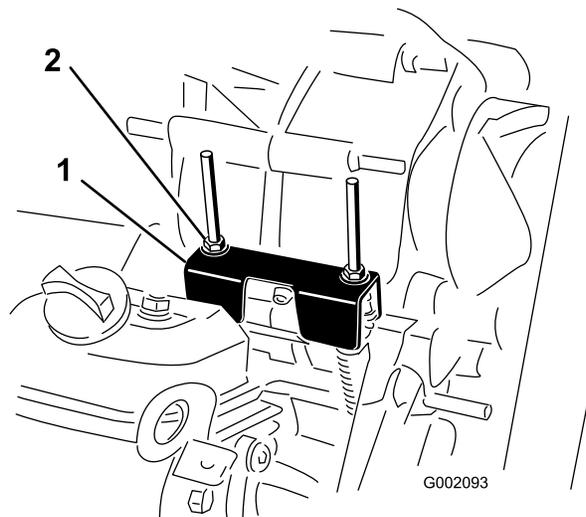

Figura 59
Durante l'esecuzione della manutenzione ordinaria e/o della diagnostica del motore, portate il transaxle in folle (Figura 59). La macchina è provvista della posizione di folle sulla leva del cambio, che comanda la posizione di folle sul transaxle. Per accertarvi che la leva del cambio in folle agisca correttamente sulla posizione di folle del transaxle, osservate i punti sotto indicati.
2. Assicuratevi che la staffa di folle sia in posizione NEUTRAL (folle) (a livello della staffa di montaggio per cavo che si trova sotto la staffa del cambio) girando la frizione della trasmissione (Figura 59).
3. Serrate 1 dado di bloccaggio (Figura 59) per ottenere un gioco di 0,76 - 1,52 mm.